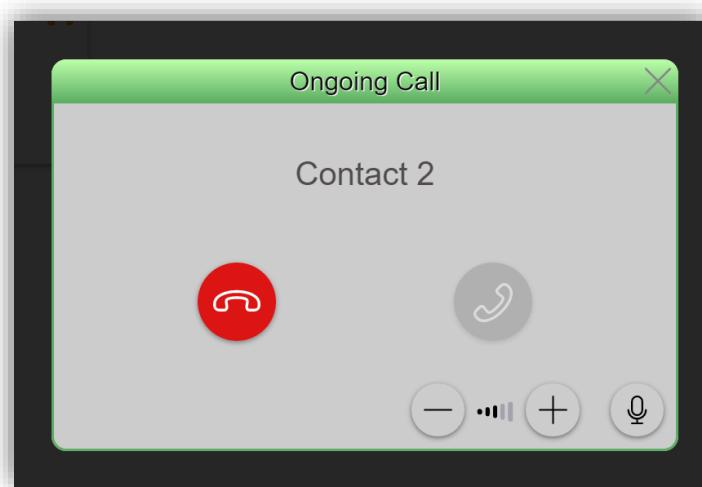

Figura 131. Llamada interna en curso
- **Aceptar llamada:** abre el diálogo de llamada en curso (Figura 131).
Al aceptar una llamada interna entrante, se mostrará la interfaz de la Figura 131. Entonces comienza la comunicación por voz con la otra Z70 v2.